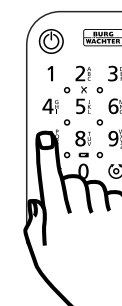

Fig. 2
- ② Saisissez votre code administrateur ou code d'utilisateur et contrôlez si le cylindre est activé (Fig. 2).
- 2 Insérez les chevilles fournies dans les trous et vissez-y les vis également incluses (Fig. 2).